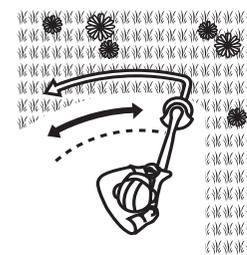

Fig. 11
- > Suivez une cadence de travail. Restez toujours d'aplomb, avec les pieds bien écartés. Passez la tondeuse de droite à gauche de manière à ce que les débris puissent être éjectés hors de la zone de travail (fig. 11).